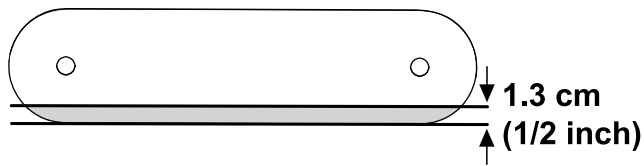

Figura 19
1. Com a placa de suporte removida, reduza 1,3 cm a partir da face frontal e remova a área sombreada como se mostra na Figura 19.